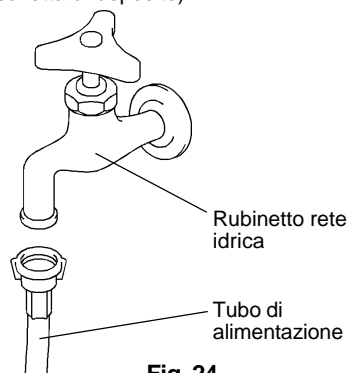

Fig. 24
- 2) Collegare l'altra estremità del flessibile al rubinetto dell'acqua (Fig. 24), accertandosi che la guarnizione sia correttamente posizionata prima di avvitare come sopra. Si consiglia di tenere una valvola d'arresto a portata di mano.